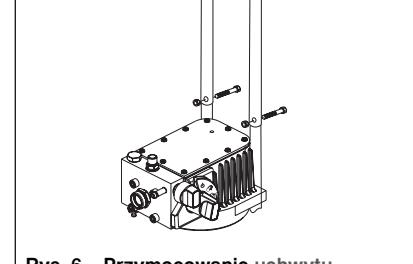

Rys. 4 – Przymocowanie węża
- Przymocować wąż próżniowy do pompy i do pistoletu przy pomocy klucza 11/16 cala (patrz rys. 4). Nie zakładać jeszcze zespołu ssącego.